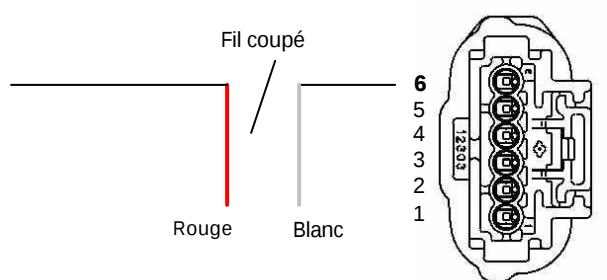

fig.3
- Coupez le fil de la position 3 du connecteur de la potentiomètre. Soudez le fil jaune en position 3 sur le côté du connecteur. Soudez le fil marron en position 3 sur le côté du câblage principal (fig.3).
- Coupez le fil de la position 6 du connecteur de la potentiomètre. Soudez le fil blanc en position 6 sur le côté du câblage principal (fig.3).